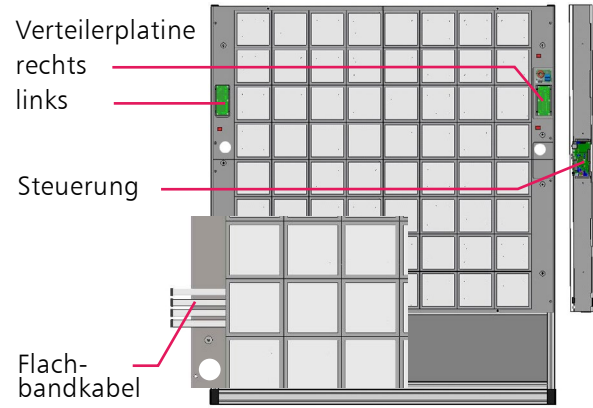
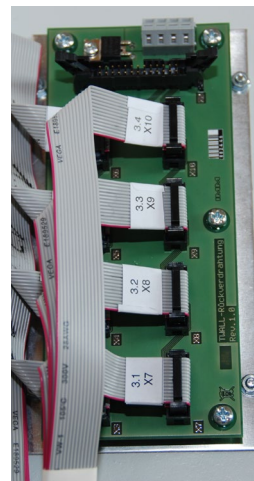

Abb. 3.1-31
Abb. 3.1-32
Schritt 24 An jedem Tastmodul befinden sich vier **14-adrige** Flachbandkabel, die zum Anschluss an die Verteilerplatinen dienen (**Abb. 3.1-32 und 3.1-33**). Die Kabel sind mit 0.1 - 0.4, 1.1 - 1.4, 2.1 - 2.4 und 3.1 - 3.4 sowie dem jeweiligen Steckerplatz beschriftet. Die Flachbandkabel müssen nun auf die Verteilerplatinen gesteckt werden. Die Platine für die rechten 2 Tastmodule befindet sich auf dem rechten oberen Tastmodul und für die linke Seite auf dem Tastfeld links oben (**Abb. 3.1-31**).